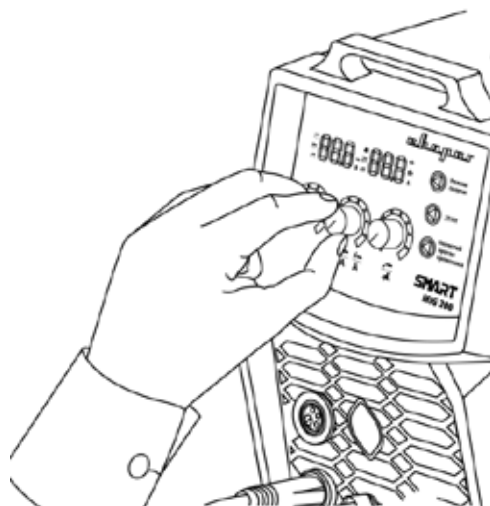

Рис. 13.3. Установка силы тока.
5. Установите необходимое значение силы тока (См. рис. 13.3).